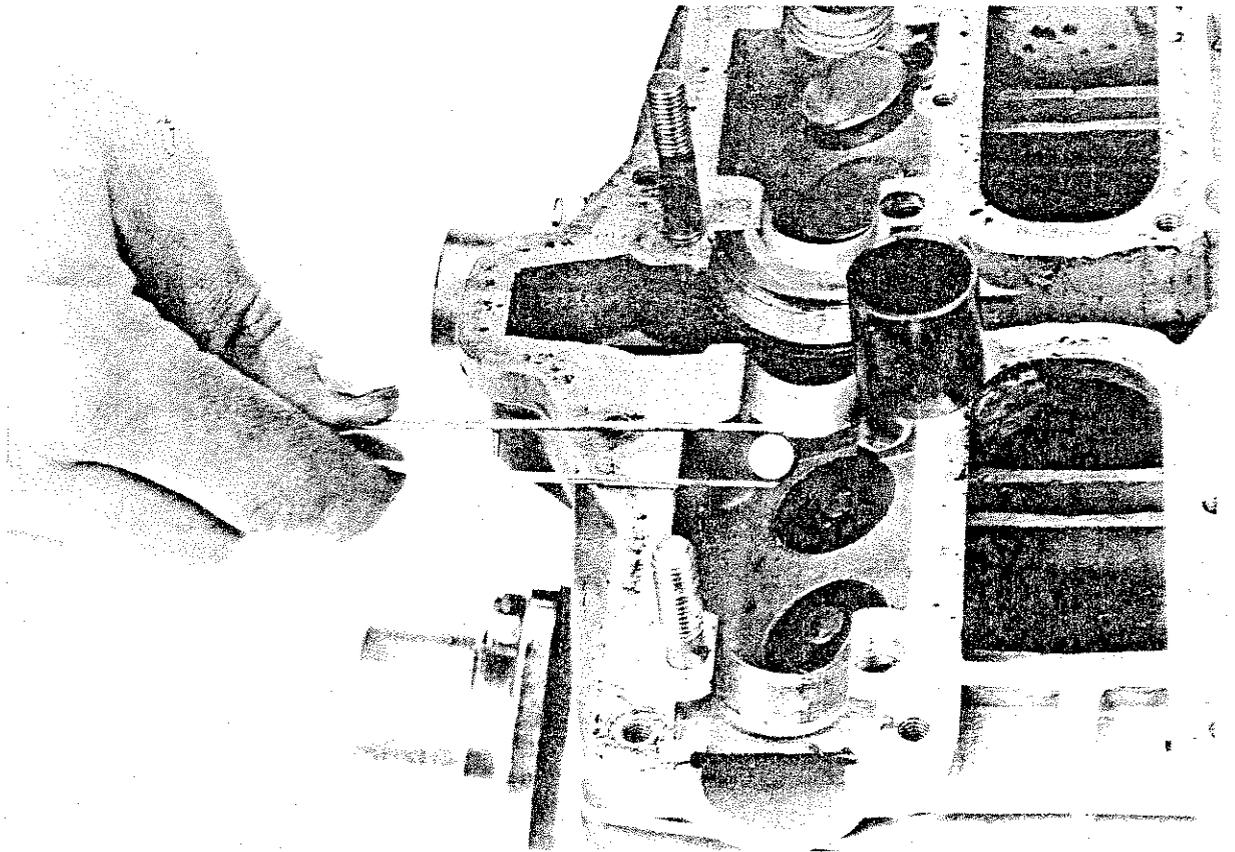

Fig. 29
10) Posizionare i nuovi scodellini e rimesso su ogni valvola il proprio bicchierino, rimontare gli assi a cammes (quello di aspirazione si distingue per l'ingranaggio del contagiri), i cappelli e le piastrine di fermo delle gabbie (Fig. 29).
10) Fit the new caps on the valve stem tips and replace each tappet in the same guide in which it was before. Fit the camshafts (the exhaust side camshaft has the rev. counter drive gear) the caps and the needle cages locating plates (Fig. 29).